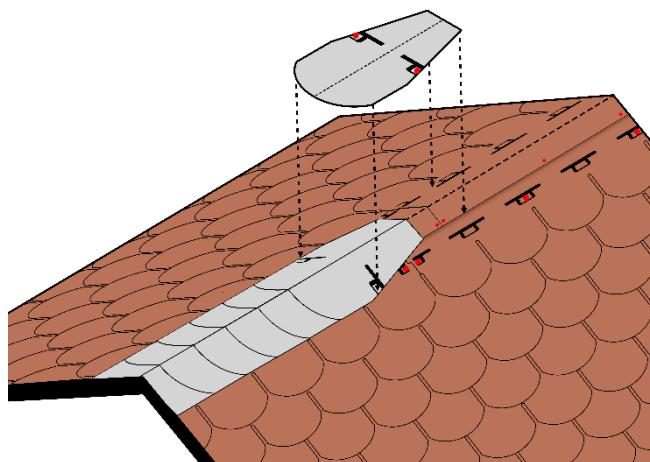

Fig. 11 – Posa elementi colmo
- Fissare il primo elemento colmo con 2 chiodi da almeno 32mm di lunghezza, un chiodo per ogni lato della falda - Fig. 11. Procedere con la posa degli altri elementi colmo in sequenza, lasciando una parte esposta di 10cm tra un elemento colmo e quello successivo.